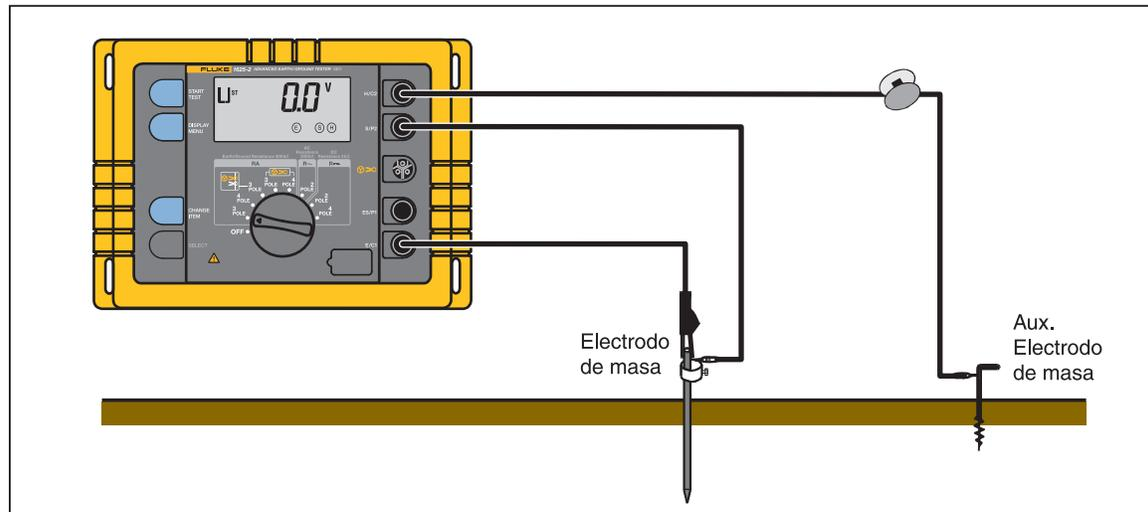

Figura 10. Compensación del conductor de conexión del electrodo de masa
2. Tienda el cableado del instrumento como se muestra en la Figura 10.